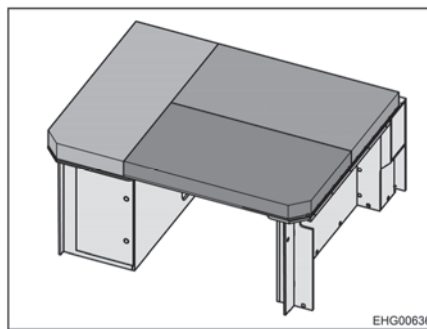

Fig. 41 Letto in coda (preparato come zona notte)
- Distribuire i cuscini, come illustrato nella Fig. 41, sulla superficie utile.